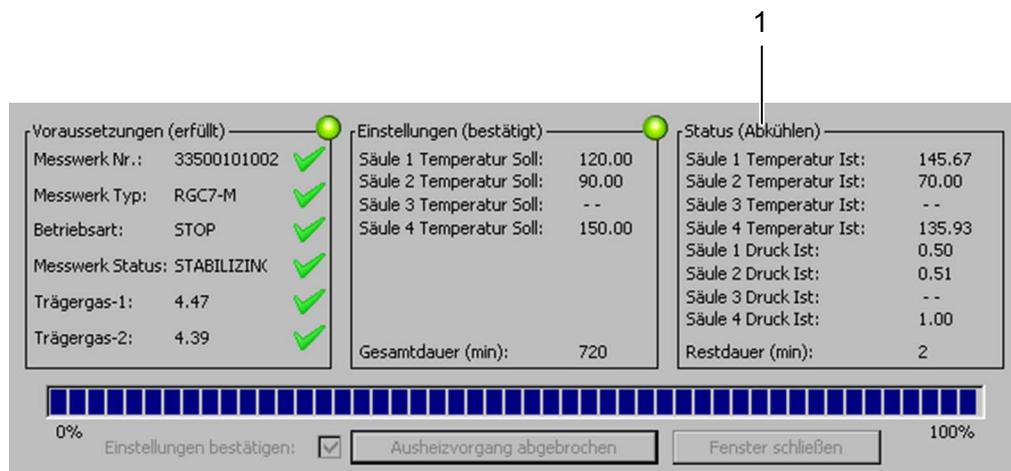

Abb. 41: Menü Ausheizen – Abkühlprozess
- ➔ Aktionen und Eingriffe in den Abkühlprozess sind jetzt nicht mehr möglich, d. h. die Abkühlzeit (stets 1 Stunde) muss abgewartet werden (vgl. Abb. 41).